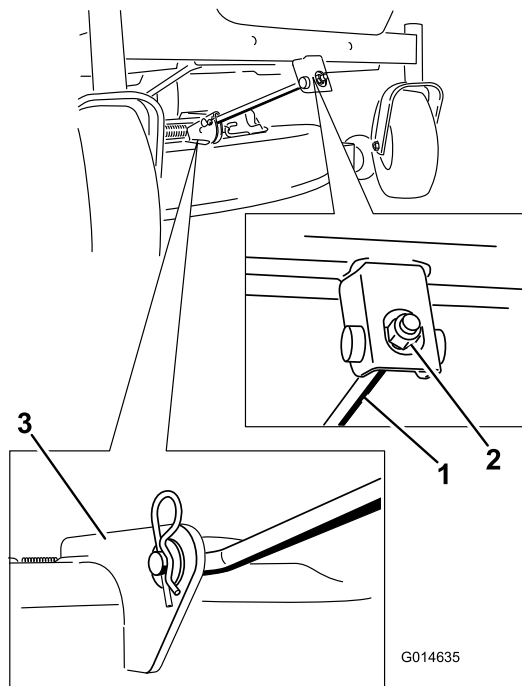

Figure 72
4. Retirez la goupille fendue de la tige de support avant et déposez la tige du support de tablier (Figure 72).
7. Fixez la tige de support avant au tablier de coupe à l'aide de l'axe de chape et de la goupille fendue (Figure 72).